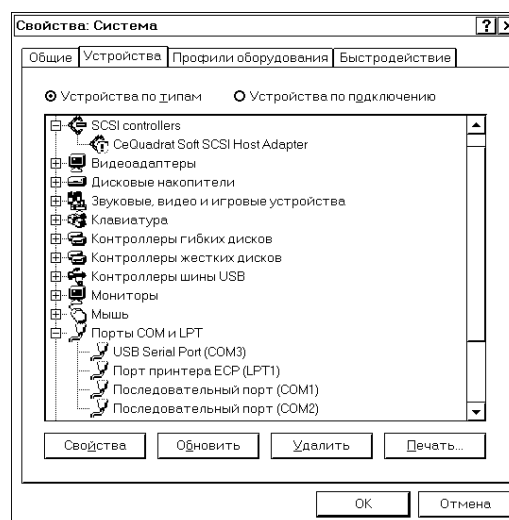

Рис. 38
4. Для того чтобы проверить правильно ли установился виртуальный COM-порт, зайдите в «Мой компьютер» → «Свойства» → «Устройства» → «Порты COM и LPT». В списке устройств должен быть USB Serial Port (COM X), где X – соответствующий номер виртуального COM-порта (Рис. 38).